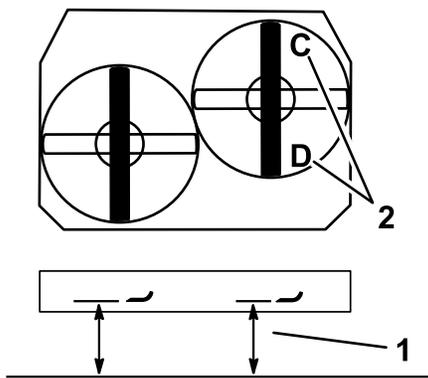

Рисунок 80
- Расположите правый нож в продольном направлении (Рисунок 80).
- Измерьте высоту правого ножа в точке **C** от горизонтальной поверхности до режущей кромки на конце ножа и запишите результат измерения (Рисунок 80).
- Измерьте высоту правого ножа в точке **D** от горизонтальной поверхности до режущей кромки на конце ножа и запишите результат измерения (Рисунок 80).
Примечание: Нож газонокосилки должен быть на 6–10 мм ниже в точке **C**, чем в точке **D** (Рисунок 80). Если результат измерения неверный, перейдите к следующим пунктам.
2. Расположите правый нож в продольном направлении (Рисунок 80).